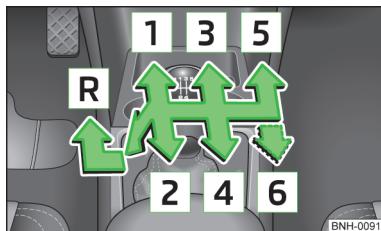

Abb. 100
Auf dem Schalthebel sind die einzelnen Gangstellungen dargestellt » Abb. 100.
- › Den Schalthebel völlig nach links und dann nach vorn in **R**-Stellung stellen » Abb. 100.